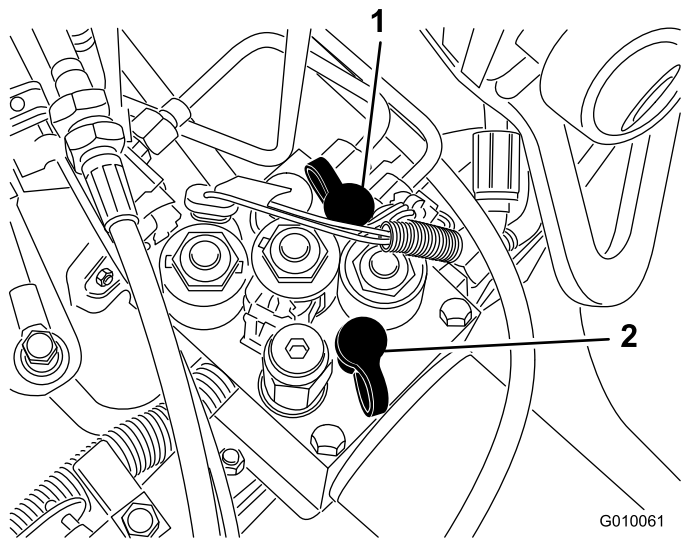

图60
- 测试端口 G 2 (图60) 用于协助对驱动补油回路进行故障诊断。
- 测试端口 G1 (图60) 用于协助对提升油路压力进行故障诊断。